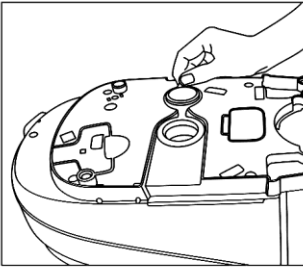

Abb. 7
5. Drehen Sie die Dampfstation herum und ziehen Sie die Boiler-Klappe hervor, wie in Abb. 7 dargestellt.